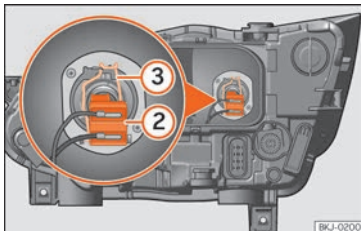

Abb. 55 Im Motorraum: Glühlampe Abblendlicht.
- Ziehen Sie den Stecker von der Lampe »» **Abb. 55** ② ab.
- Nehmen Sie die Haltefeder »» **Abb. 55** ③ durch Eindrücken und Rechtsdrehung ab.